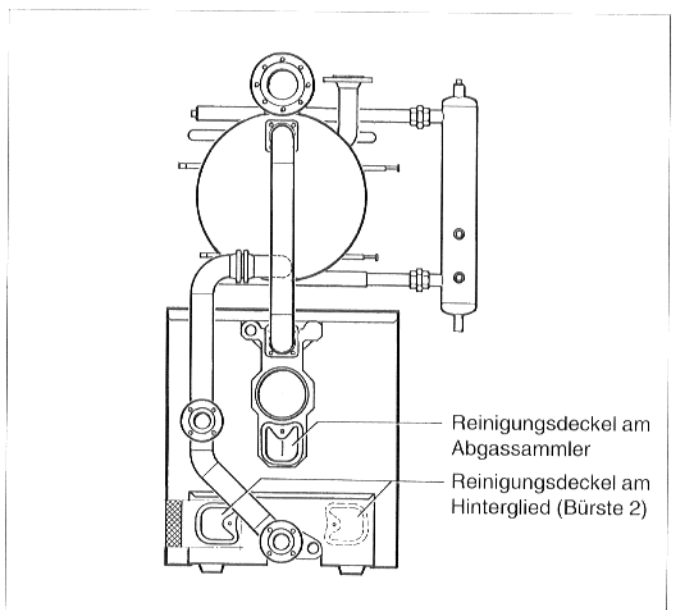

Abb. 34
- Reinigungsdeckel des Abgassammlers öffnen und Verbrennungsrückstände entfernen (Abb. 34).